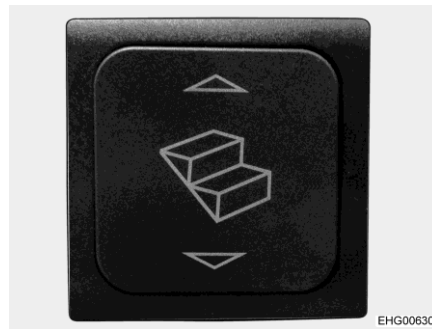

Fig. 3 Interruttore a bilico scalino di ingresso
- Estrazione:* ■ Premere in basso l'interruttore a bilico (Fig. 3) fino a che lo scalino di ingresso è stato completamente estratto.
- Inserimento:* ■ Premere in alto l'interruttore a bilico (Fig. 3) fino a che lo scalino di ingresso è completamente inserito.